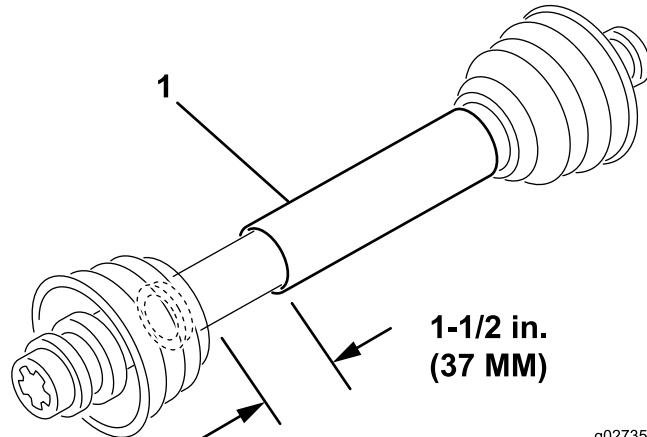

Figura 4
- Cuando la TDF está en su longitud más corta, las dos mitades deben tener una holgura de al menos 37 mm para que pueda ser comprimido (Figura 4).